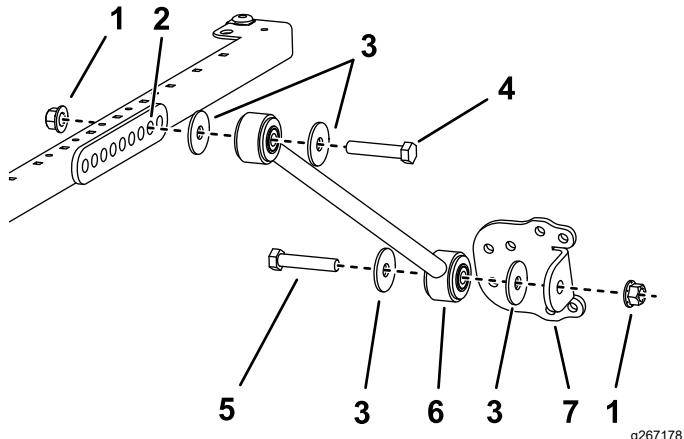

Bild 34
- Modelle 30446, 30446N, 30447 und 30447N: Befestigen Sie eine Strebe an jeder Seite des Sonnendachrahmens mit einer Schraube ($\frac{1}{2}$ " x $2\frac{1}{2}$ "), einer Scheibe ($\frac{1}{2}$ ") und einer Bundmutter ($\frac{1}{2}$ ") lose im **zweiten** Loch der Strebenhalterung, wie in **Bild 34** abgebildet.